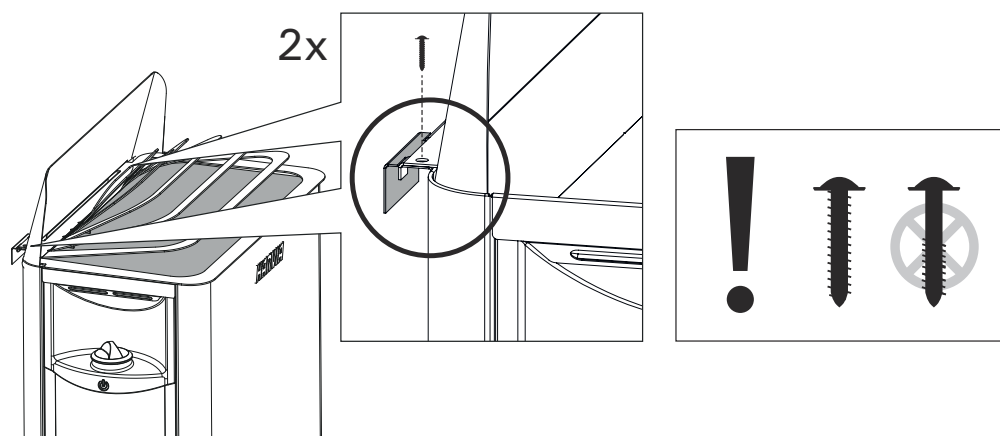

Figure 7. Installation du support mural. (2.) and the heater (3.-5.).
1. Raccorder le câble d'alimentation (fig. 7:1) au poêle.
3. Soulevez le radiateur dans le support et assurez-vous qu'il est centré (figure 7:3). Installez le support de montage (A) et posez les pierres du sauna (B) conformément aux instructions.
4. Installez la protection de sécurité (fig 7:4:1) et le guide vapeur (7:4:2-3) au poêle et au support mural.
5. Fixer le poêle sur le support mural en serrant deux vis derrière le guide de vapeur (figure 7:5).